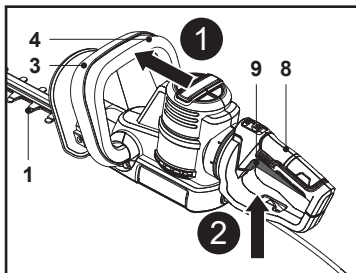

Fig. 6
1. Asigură-te că dispozitivul de tăiere (lama) (1) nu atinge obiecte. Scoate protecția (13) de pe dispozitivul de tăiere (lamă) (1) înainte de a porni produsul.
2. Ține produsul cu o mână pe mânerul frontal (3) și cu cealaltă mână pe mânerul posterior (8).
3. Apasă comutatorul de siguranță (4) și ține-l în poziție (Fig. 6, pasul 1).
4. Apasă comutatorul de pornire/oprire (9) pentru a porni produsul (Fig. 6, pasul 2).
5. Eliberează comutatorul de pornire/oprire (9) sau comutatorul de siguranță (4) pentru a opri produsul.